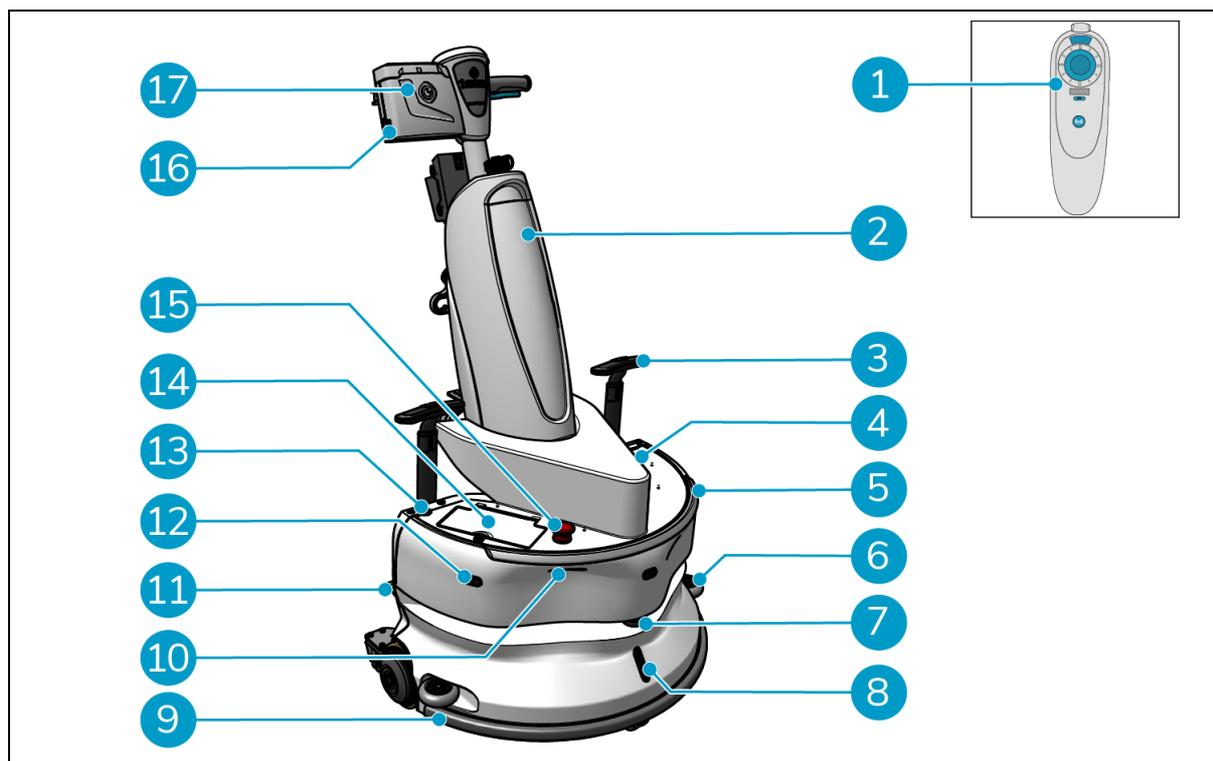
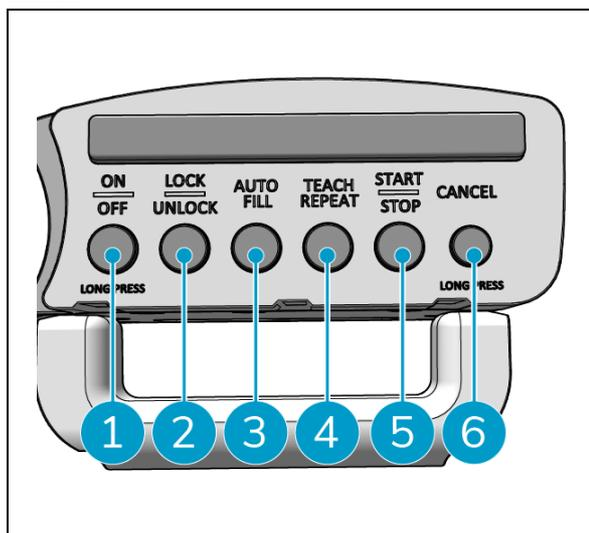

Figura 5
Figura 7
Prima di rimuovere le batterie, assicurarsi di spegnere l'i-walk tramite il pulsante di accensione sull'unità principale (vedi Figura 5, pos. 13) e il pulsante ON/OFF sul controller dell'impugnatura (vedere Figura 7). Figura 7, pos. 1). Se si rimuovono le batterie senza spegnere l'i-walk, la batteria potrebbe fare scintille e causare problemi ai connettori.